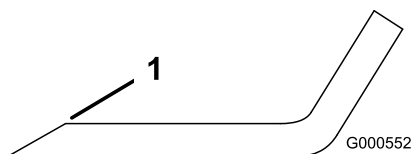

Figure 55
1. Au moyen d'une lime, aiguiser les tranchants aux deux extrémités de la lame (Figure 55).
**Remarque:** Si la lame est déséquilibrée, limez un peu l'extrémité de l'ailette seulement (Figure 55).